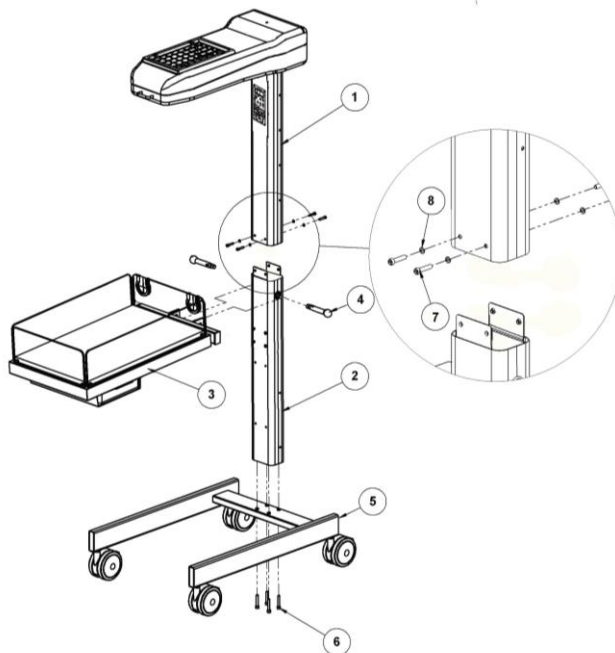

Figura 60 - Esquema de montagem berço com leito plano
- 2 - Fixar a base (5) a coluna inferior (2), utilizando os parafusos e arruelas (6), conforme figura 60.
- 3 - Fixar as duas colunas (1 e 2), utilizando os quatro parafusos de fixação (7) com suas arruelas (8), conforme figura 60.
- 4 - Fixar o leito do RN (3) utilizando os parafusos, conforme figura 60.